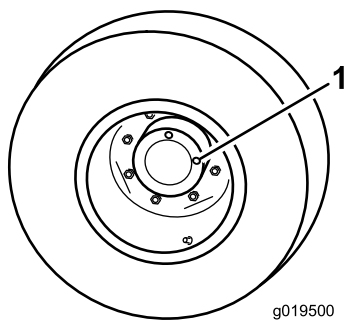

Рисунок 14
1. Поставив машину на ровную поверхность, расположите колесо так, чтобы одна контрольная пробка находилась в положении «12 часов», а вторая — в положении «3 часа» (Рисунок 14).
2. Снимите пробку, находящуюся в положении «3 часа» (Рисунок 14).